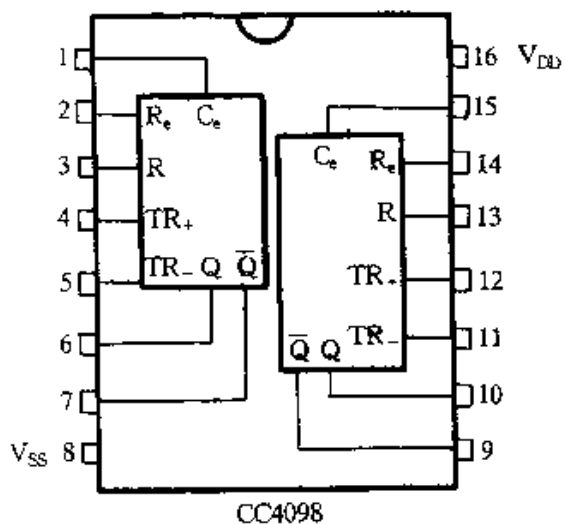

图 2-381
⑨ 图 2-381 所示为双单稳态触发器 CC4098 引脚功能图。CC4098 内含两个独立的单稳态触发器。每个单稳态触发器具有: 正向触发输入端 TR_+ , 负向触发输入端 TR_- , 清零端 R, 外接电阻端 R_e , 外接电容端 C_e , 原码输出端 Q 和反码输出端 \bar{Q} 。 R_e